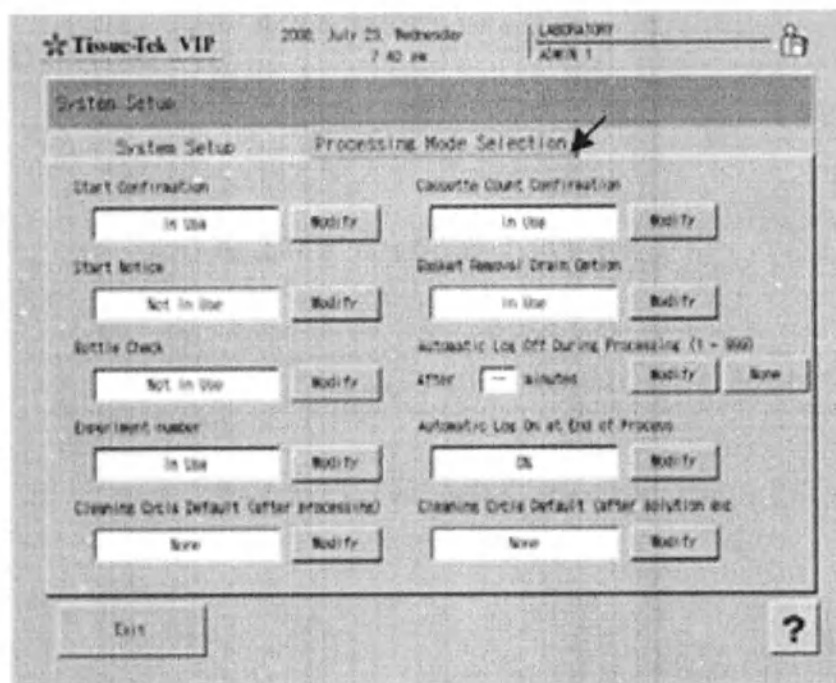

Рис. 51 Выбор параметров проводки
- Появится соответствующее меню (Рис. 51).